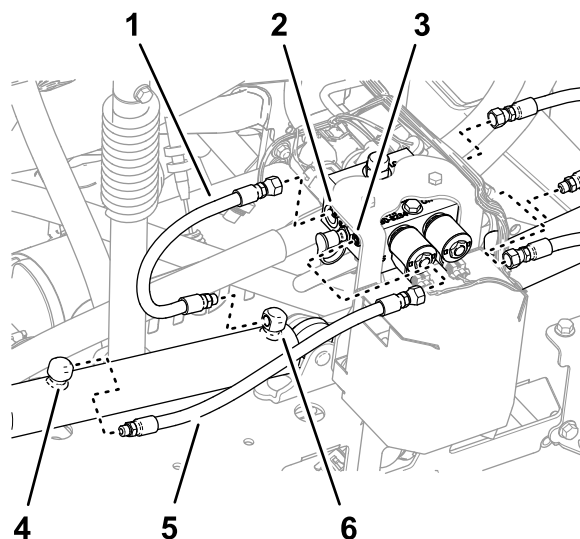

Рисунок 39
2. Отсоедините шланги от отверстий C2 и C4 коллектора подъемного цилиндра (**Рисунок 39**).
1. Отсоедините шланги от отверстий выдвижения левого и правого подъемных цилиндров (**Рисунок 39**).
- Отсоедините шланги от отверстий втягивания левого и правого подъемных цилиндров (Рисунок 39).
- Отсоедините шланги от отверстий C1 и C3 коллектора подъемного цилиндра (Рисунок 39).